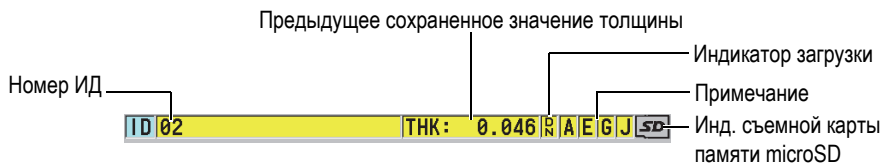

Рис. 3-2 Поле ИД
Поле ИД, расположенное в верхней части экрана измерений, содержит ИД по текущему положению показания толщины, предыдущее сохраненное значение и комментарий-примечание (см. Рис. 3-2 на стр. 36). Индикатор загрузки (R) появляется, если предыдущее сохраненное значение толщины взято из файла, а не является новым полученным значением.